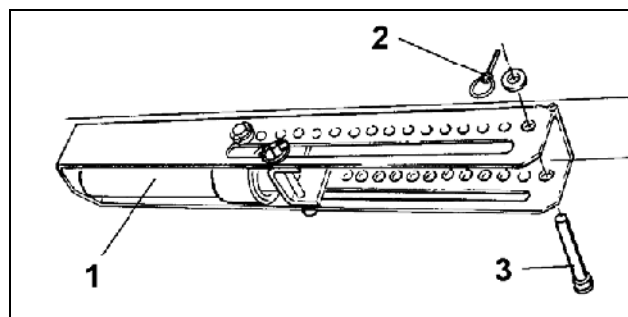

Fig. 88
- Azzerare la pressione del cilindro idraulico (Fig. 88/1).
- Inserire i bulloni (Fig. 88/3) in un foro del gruppo forato e fissarli con una spina a scatto (Fig. 88/2).